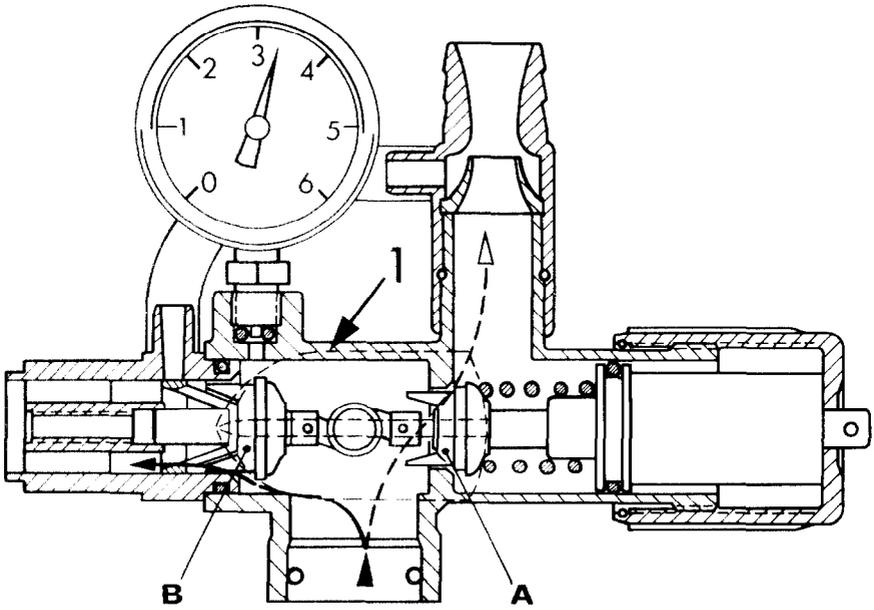

Fig. 18 Regler-Stellung „Spritzen“
A) Druckbegrenzungsventil (A) Fig. 18.